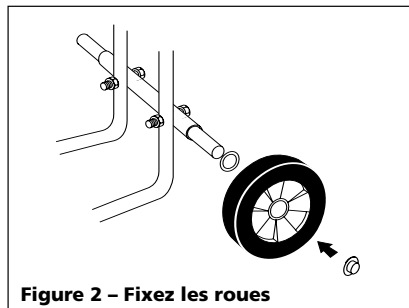

Figure 2 - Fixez les roues
- Glissez une rondelle de 5/8 po de D.I. et la roue sur chaque extrémité de l'essieu. Utilisez le marteau et tapez un écrou pal dans chaque extrémité de l'essieu pour garder les roues en place (Voir la Figure 2).